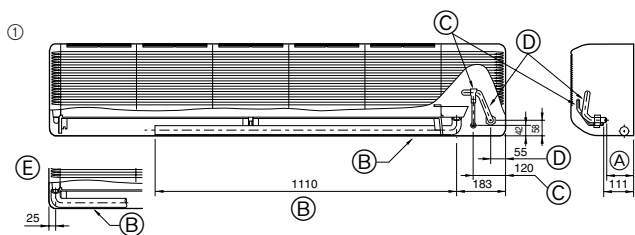

Fig. 4-3
- ① Расположение труб хладагента и дренажных труб (Fig. 4-3)